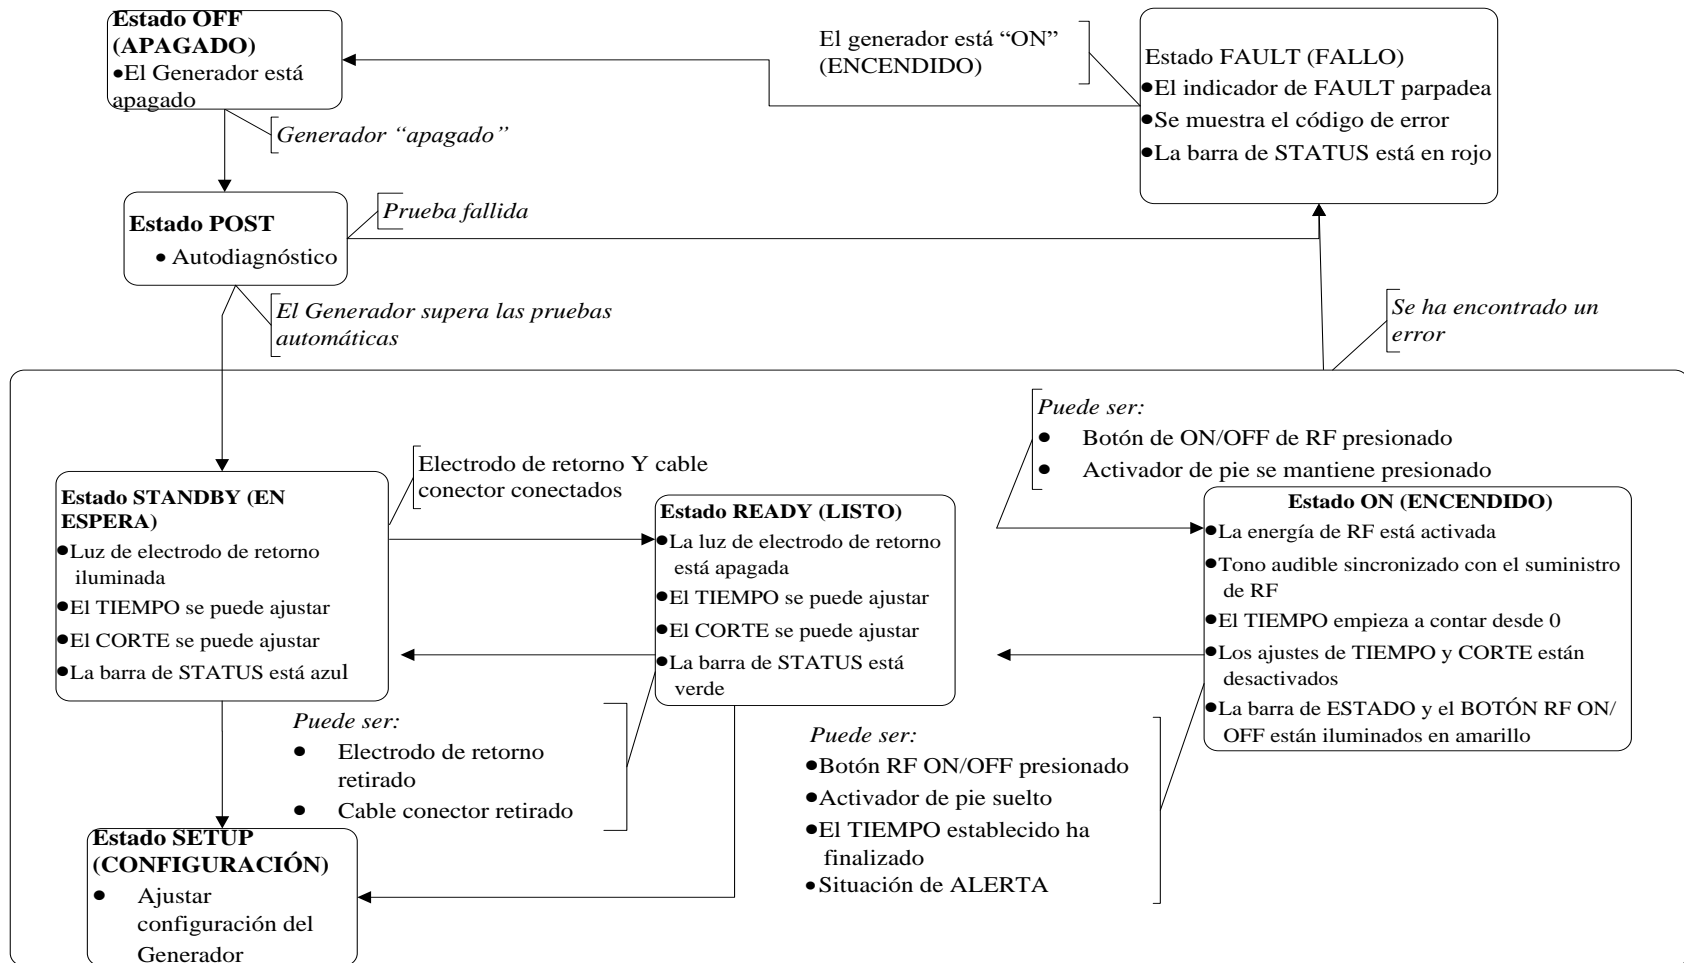

Figura 5-3 – Diagrama de flujo de estados del Generador
- (5) **Barra de estado (STATE):** Esta ventana indica el ESTADO actual del Generador. Los diferentes estados del Generador y cómo éstos se relacionan se muestran en la Figura 5-3.
- (6) **Ventana de configuración de tiempo (TIME):** Esta ventana muestra la duración deseada de salida de RF (en segundos). Esta ventana muestra asimismo las funciones de las teclas blandas utilizadas para ajustar la configuración de TIEMPO.
- (7) **Teclas blandas de la columna izquierda:** Estas teclas permiten el ajuste de parámetros. Su función se muestra en la pantalla, a la derecha de la tecla blanda, cuando procede. Por ejemplo, las flechas hacia arriba ▲ y hacia abajo ▼ se muestran cuando se deben utilizar las teclas para aumentar o reducir una configuración.
- (8) **Ventana de configuración de CORTE:** Esta ventana muestra el modo deseado de CORTE. Los modos de CORTE son específicos al dispositivo de RF y se describen en la Sección 9.3. Deberían consultarse las Instrucciones de uso del dispositivo de RF para averiguar cuáles son las configuraciones de uso adecuadas. Esta ventana muestra asimismo la función para las teclas blandas utilizadas para ajustar la configuración de CORTE.
- (9) **Teclas blandas de la columna derecha:** Estas teclas permiten el ajuste de los parámetros. Su función se muestra en la pantalla, a la izquierda de la tecla blanda, si procede. Por ejemplo, se muestran las flechas hacia arriba ▲ y hacia abajo ▼ cuando deben usarse las teclas para aumentar o reducir una configuración.
- (10) **Teclas blandas de la fila inferior:** Estas teclas blandas tienen varias funciones. La función de cada tecla se muestra en la pantalla, sobre la tecla blanda, cuando procede.
- (11) **Ventana de mensajes:** Esta ventana muestra mensajes funcionales e informativos cuando procede.
- (12) **Conexión de electrodos de retorno:** Esta conexión aislada del paciente es para conectar un electrodo dispersivo (de retorno) aprobado. **Utilice únicamente electrodos dispersivos que cumplan o superen las normas de CEI 60601-2-2:2009.** Se pueden utilizar tanto electrodos de no-monitoreo (lámina única) como de monitoreo (doble lámina).
- (13) **Conexión del cable conector:** Esta conexión aislada del paciente es para la conexión del cable conector RFP-100A. El usuario deberá consultar las Instrucciones de uso del dispositivo de RF para seleccionar el modelo de cable conector adecuado.
- (14) **Botón e indicador de ENCENDIDO/APAGADO (ON/OFF) de RF:** Al presionar y soltar el botón, se inicia el suministro de RF cuando el Generador está en el estado READY (LISTO). Este botón finaliza el suministro de energía de RF cuando el Generador está en el estado ACTIVADO (ON). El indicador del botón se ilumina de amarillo cuando el Generador está en el estado ACTIVADO (ON).
- (15) **Puerto USB (lateral):** Cuando se conecta una llave de memoria de USB, se descargan los datos de tratamientos de los últimos veinte (20) suministros de energía de RF. Cuando se deja conectado, se descargan los datos de los siguientes suministros de RF por cada tratamiento.